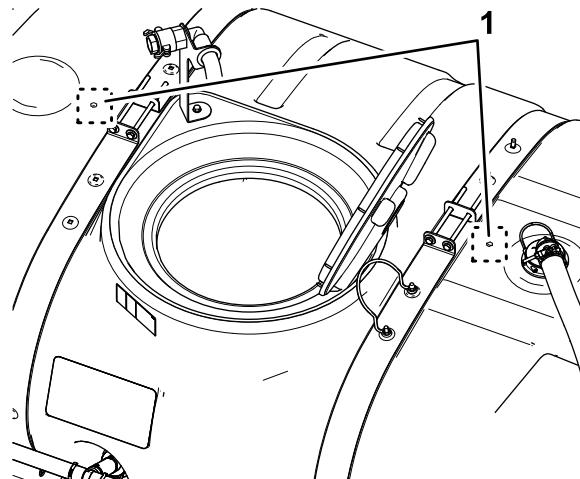

図 17
2. メインタンクについているドリルマーク2つを探し出す図 17。